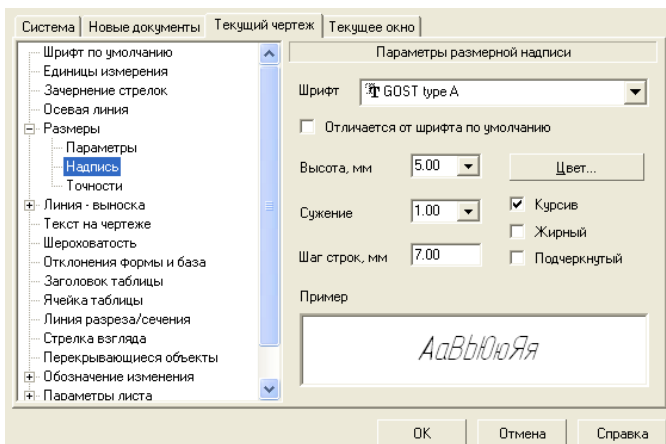

Рисунок 8.9 – Диалоговое окно Параметры с открытой вкладкой Текущий чертеж и панелью Параметры размерной надписи
- щелкните в дереве элементов на вкладке *Текущий чертеж* по пункту *Размеры*, а затем по пункту *Надпись*. В правой части появится панель *Параметры размерной надписи*, показанная на рисунок 8.9.